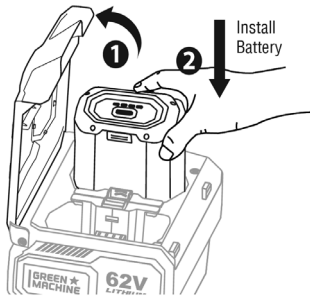

Рис. 8
1. Поднимите крышку аккумулятора (1, рис. 8).
3. Совместите ребра аккумуляторной батареи с отверстиями для монтажа в аккумуляторном порту. Вставьте аккумуляторную батарею в аккумуляторный отсек, пока не услышите щелчок. Убедитесь, что защелка встала на место и батарея надежно закреплена (2, рис. 8).